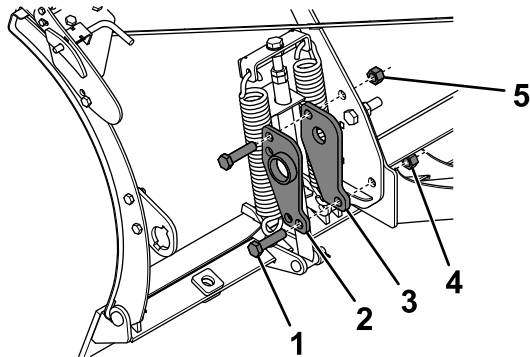

Figure 7
11. Fixez légèrement un support de couteau basculant à la deuxième nervure de renfort extérieure à l'aide de 2 boulons (3/4 po), du contre-écrou retiré précédemment et d'un contre-écrou neuf (Figure 7).